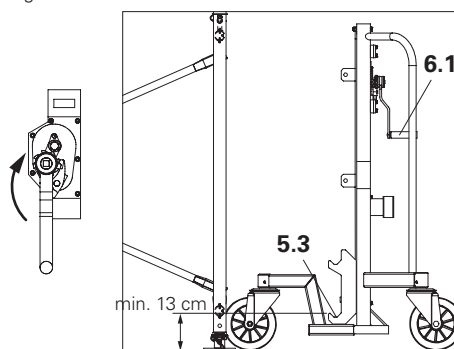

Fig. 28
- per supporti inferiori: min. 4 cm (tubo telaio PD 5 / PD 8 / PD 8 Eco min. 13 cm sopra il piano, vedere Fig. 28)